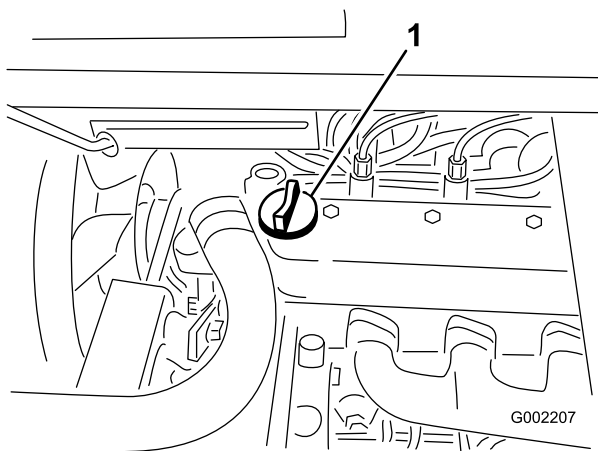

図 17
3. 油量が少なければ、バルブ・カバーの上についている補給口(図 17)を開け、ディップスティックの Full マークまでオイルを補給する；オイルの種類や粘度の選択についてはエンジンの整備，34ページ「エンジン・オイルについて」を参照。補給するときは、ディップスティックで確認しながら少量ずつ入れてください。入れすぎないように注意してください。